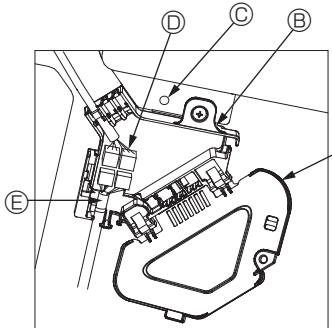
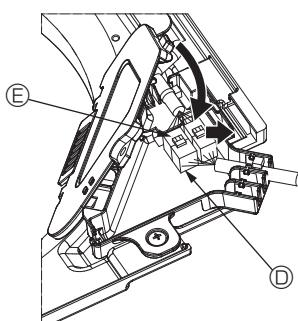

Fig. 10-8
Fig. 10-9
- ① Fjern den ene skruen som holder koblingsboksdekselet fast, og åpne dekselet.
- ② Koble kryssledningskontakten på spjeldmotoren og panel-spjeldmotorens ledningskontakt i koblingsboksen. (Fig. 10-8)
- ③ Lukk dekselet på koblingsboksen.
- Når du lukker kontaktkoblingsdekselet, skyver du dekselet i retning med pilen og sørger for at anslaget er satt godt inn. (Fig. 10-9)